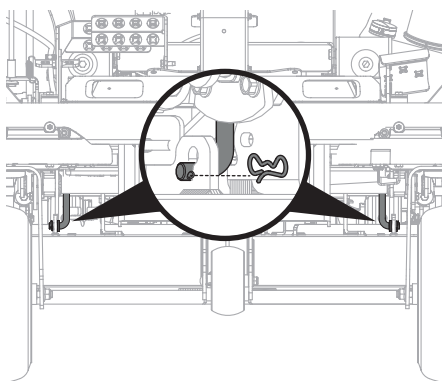

Figure 43
6. Retirez les deux goupilles fendues des tiges fixant les supports de relevage au milieu sur le devant du châssis aux supports du plateau. Tirez l'extrémité avant des tiges (Figure 43).